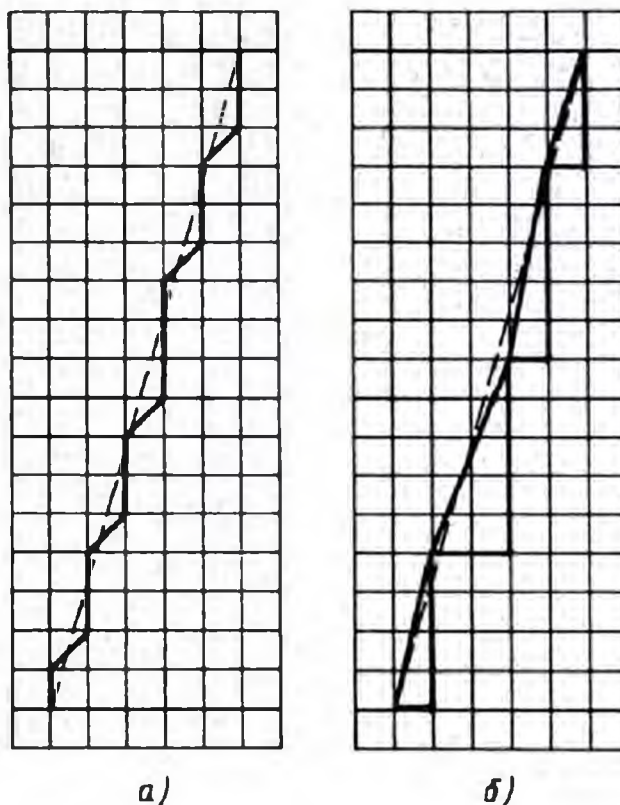

Рис.2.
2. По исходным данным построить траектории движения инструмента при следующих методах выдачи координат: движение на постоянной несущей частоте и с помощью метода ведущей координаты (рис.2). Исходные данные для расчета и построения:  $\Delta X=9$ ;  $\Delta Y=7$ .